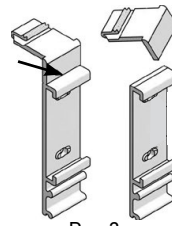

Рис.2
- 2.1. Отломать от накладных регулируемых кронштейнов верхнюю часть (Рис.2).